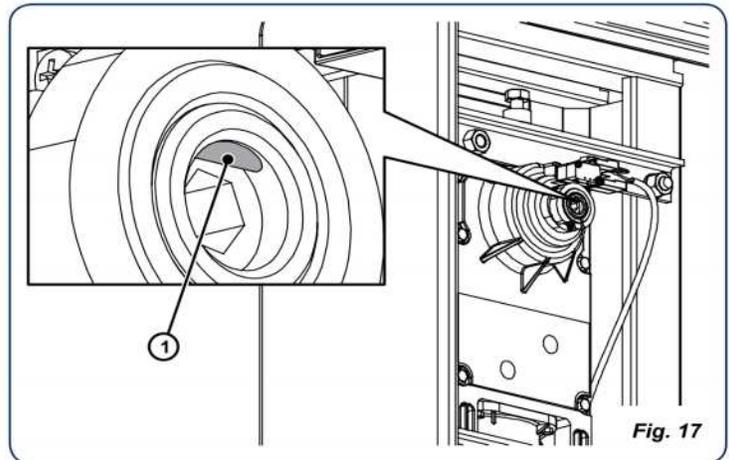

Fig. 17
⚠ El tope mecánico está formado por una clavija, fig. 17 ref. ①, que no debe superarse para no alterar el funcionamiento del sistema.